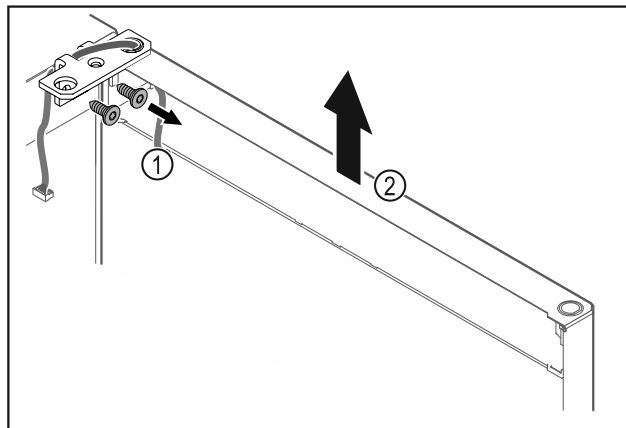

Fig. 17
- ▶ Odvrtite kutne šarke Fig. 17 (1).
- ▶ Dignite vrata s kutnim šarkama Fig. 17 (2) cca 200 mm ravno prema gore i skinite ih.